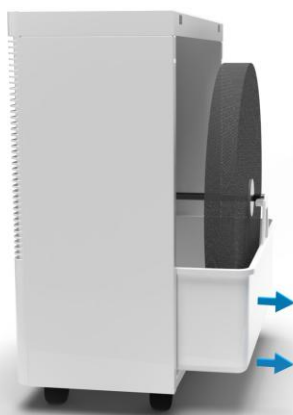

Abb. 4.2.3: Tank und Verdunstfilterscheibe herausziehen
2. Tank von unten anheben und mit dem Filterrada nach vorn herausziehen (Abb. 4.2.3).